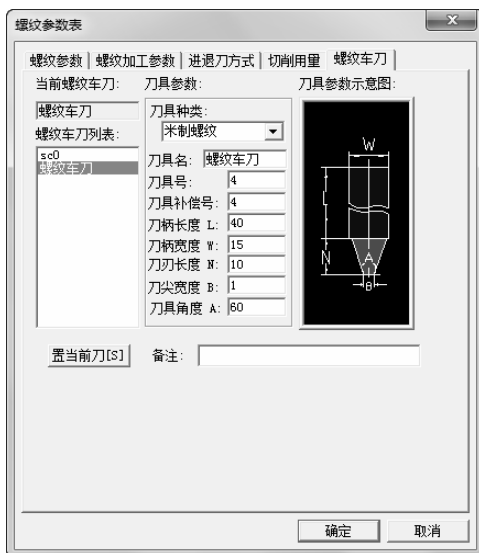

图 6-98 螺纹车刀参数设定
5) 单击“螺纹车刀”选项卡，如图 6-98 所示。选择刀具库中刀具方法如下：在“螺纹车刀列表”下面的复选框中直接单击“螺纹车刀”按钮，使它变为蓝色，然后单击“置当前刀[S]”按钮，即调出了上一节在刀具库中设置的螺纹车刀，具体参数如图 6-98 所示。最后单击“螺纹参数表”对话框中的“确定”按钮，系统提示确定进退刀点。